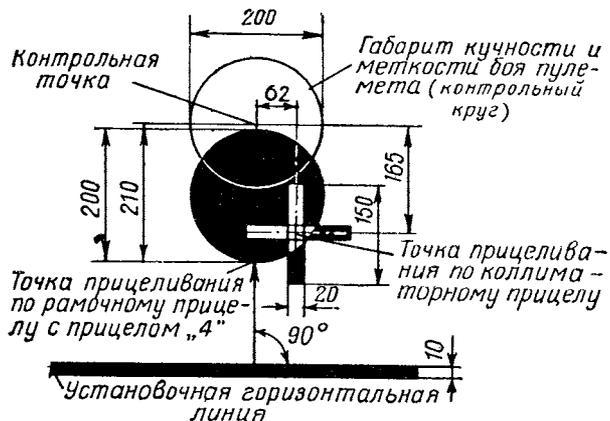

Рис. 33. Пристрелочная мишень для зенитного пулемета ДШКМ
1. Установить танк на горизонтальной площадке, а на удалении 100 м от дульного среза ствола пулемета, на высоте линии огня и перпендикулярно к оси канала ствола, укрепить пристрелочную мишень (рис. 33), наклеенную на щит размером 1,0×1,0 м. Ми-